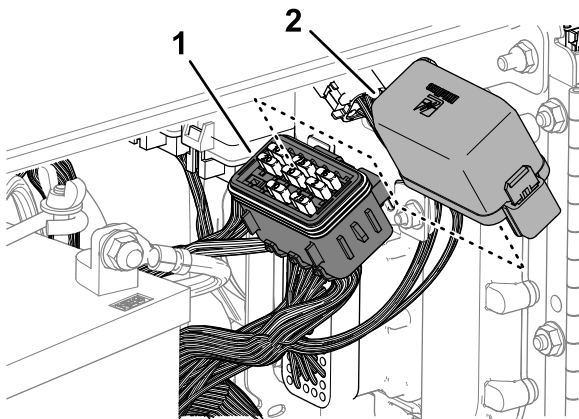

Bild 172
2. Nehmen Sie die Abdeckung vom Sicherungskasten ab (**Bild 172**).